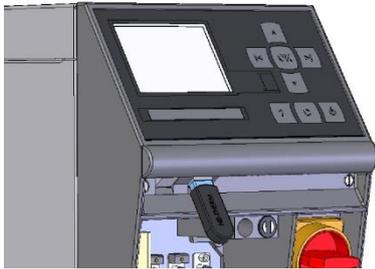

Fig. 56: Ligar o dispositivo USB
2. Ligar o dispositivo USB (Fig. 56).